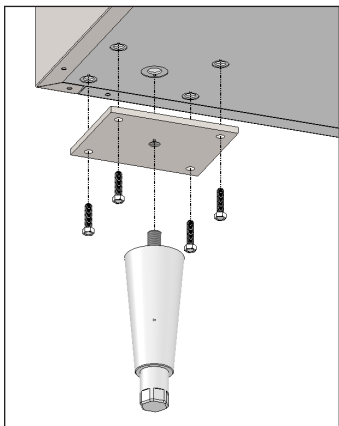

Рис. 1. Смонтируйте крепежную пластину и ножку для выравнивания.
4. Ввинтите ножку для выравнивания в крепежную пластину. См. рис. 1.